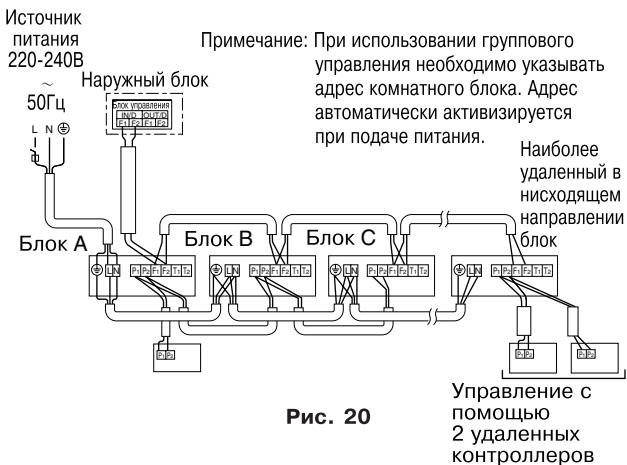

Рис. 20
- Добавьте второй удаленный контроллер (подчиненный) к клеммной колодке цепи передачи (X2M/P1, P2) в блоке электрических компонентов. (Независимо от полярности.) (См. рис. 20 и 9-3.)